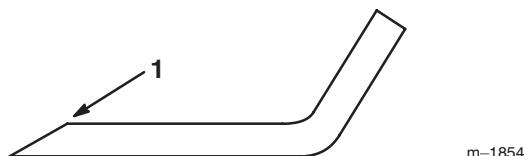

Figure 29
1. Au moyen d'une lime, aiguissez les tranchants aux deux extrémités de la lame (Fig. 29) en veillant à conserver l'angle d'origine. Limez la même quantité de métal sur chacun des deux tranchants pour ne pas déséquilibrer la lame.